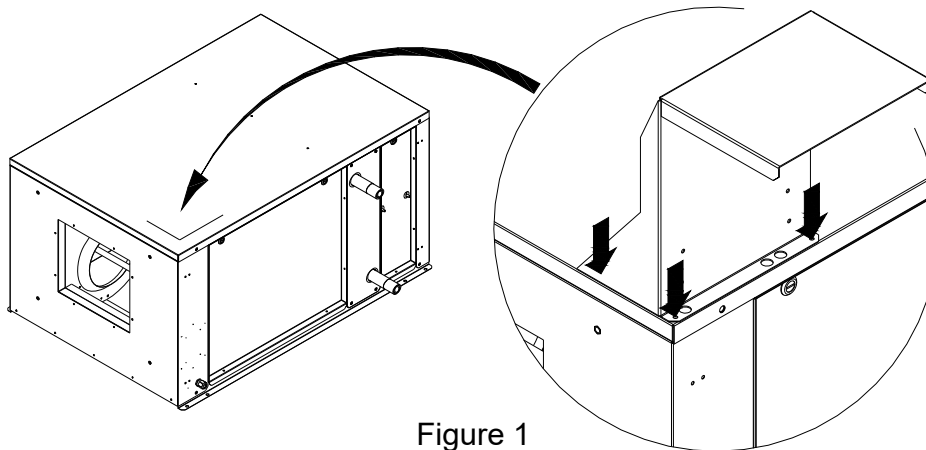

Figure 1
- . le fixer sur le caisson aux endroits prévus, à l'aide des 3 vis auto-perceuses fournies dans le sachet d'accessoires **voir figure 1**